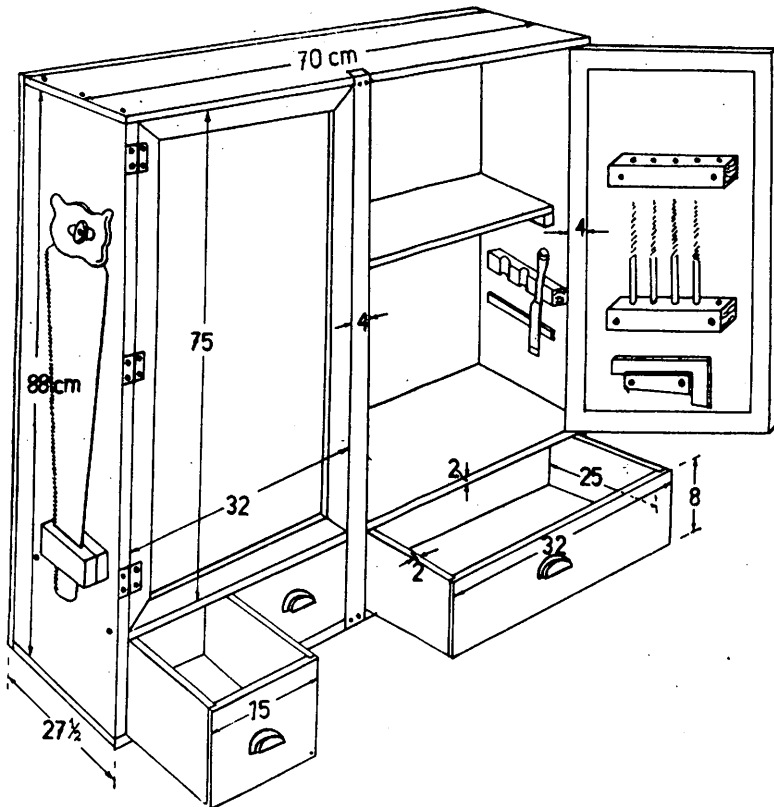

Fig. 5 — Tipo de armário para seção de carpintaria.
**Armários** — A conservação das ferramentas e do material é feita em armários de dimensões adequadas. O número de armários na oficina dependerá de sua natureza, sendo de boa norma, para o caso considerado, ter um armário para cada seção — carpintaria, mecânica, etc.. Com êste expediente garante-se a ordem na oficina (Fig. 5).